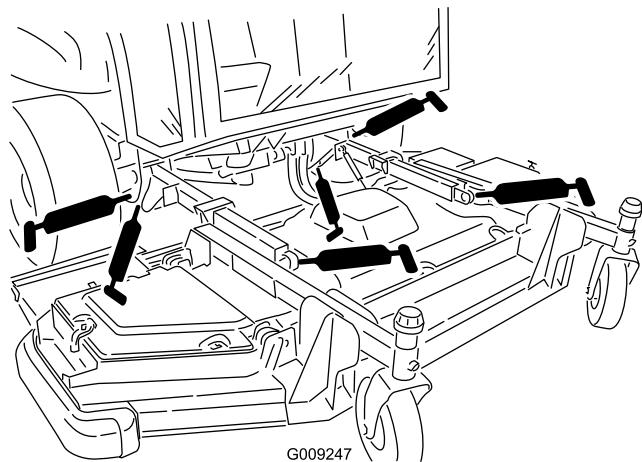

Figura 51
- Casquillos de los brazos de elevación (2) (Figura 51).
- Articulaciones de bola de los brazos de elevación (2) (Figura 51).
- Pivotes de los cilindros de elevación de la plataforma delantera (2) (Figura 51)